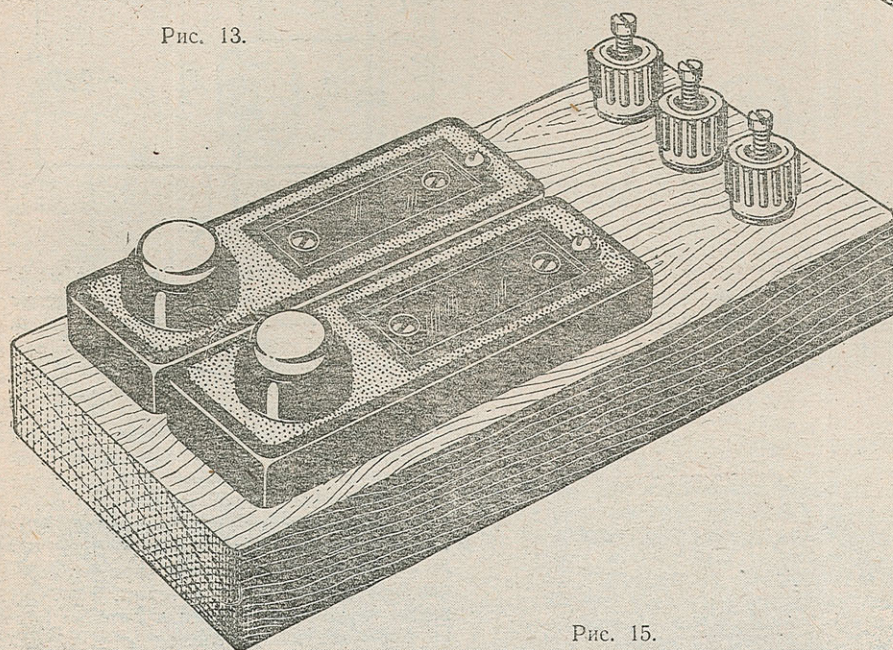

Рис. 15.
15. Кнопки «Пуск» и «Стоп» (рис. 15). Это две звонковые кнопки, одна из ко-